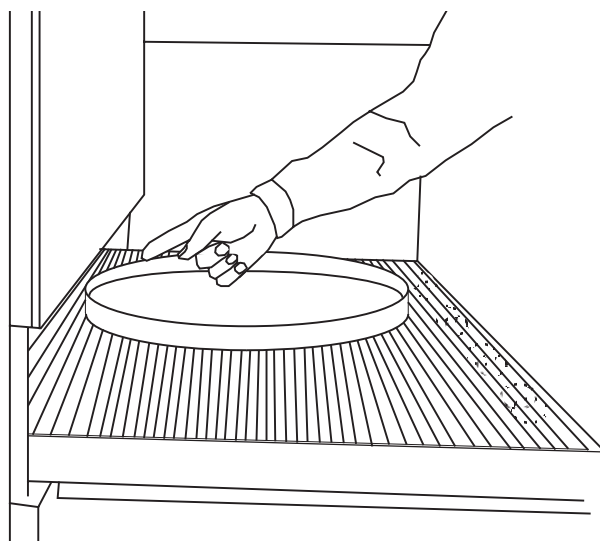

Figure 3-4. Produit à l'entrée de la chambre de cuisson – DÉBUT DU TEMPS DE CUISSON
Cf. Figures 3-4 et 3-5.
**NOTE :** Sur les Figures 3-4 et 3-5, il nous apparaît avec le transporteur fonctionnant vers la gauche.